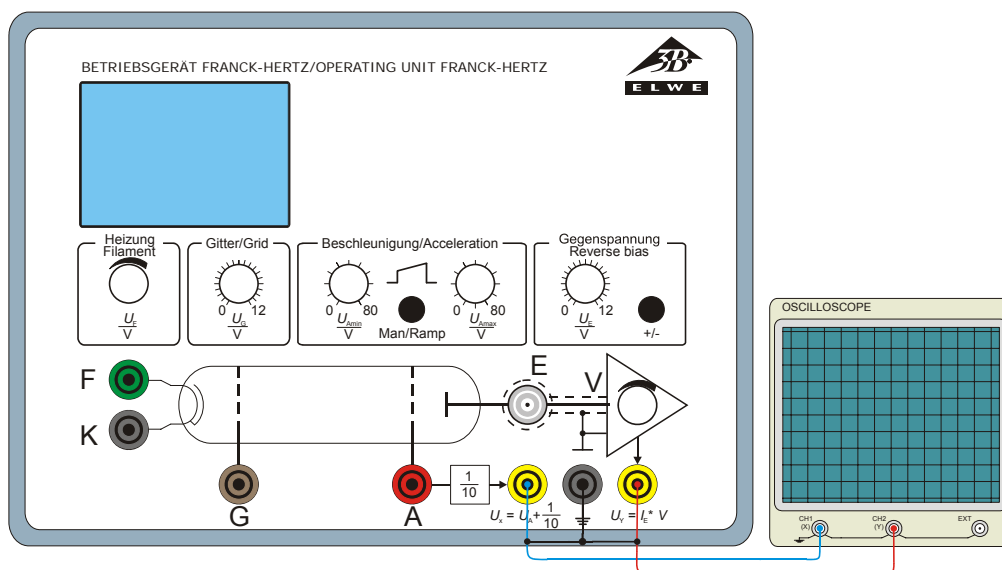

Fig. 7 Collegamento di un oscilloscopio all'apparecchio per l'esperimento di Franck-Hertz
- Collegare l'uscita U_x dell'apparecchio per l'esperimento di Franck-Hertz al Canale 1 (deviazione X) e l'uscita U_y al Canale 2 (deviazione Y) dell'oscilloscopio. (vedere Fig. 7)